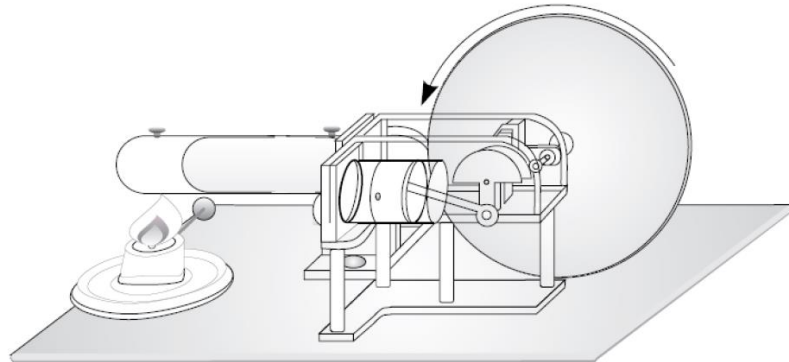

Figure 2 : Le moteur Stirling comme moteur thermique
- Placez le piston de refoulement en butée arrière et, après un bref temps de réchauffement (environ 1 à 2 minutes), mettez la roue volante en mouvement en la poussant légèrement dans le sens des aiguilles d'une montre (vu de l'unité du générateur à moteur) (voir fig.2).